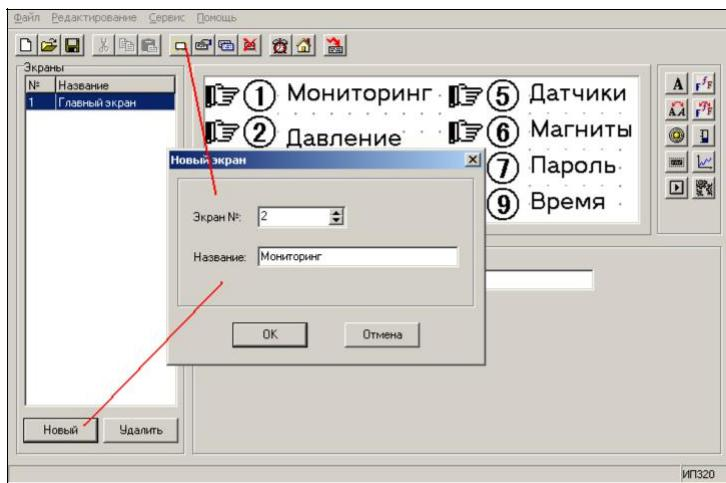

Рис. 7.4. Параметры экрана «Мониторинг» (№2)
9. Нажать кнопку «Новый» (панели инструментов или кнопку «Новый» области «Экраны». В открывшемся окне «Новый экран» задаем название «Мониторинг» и №2, см. рис. 7.4.